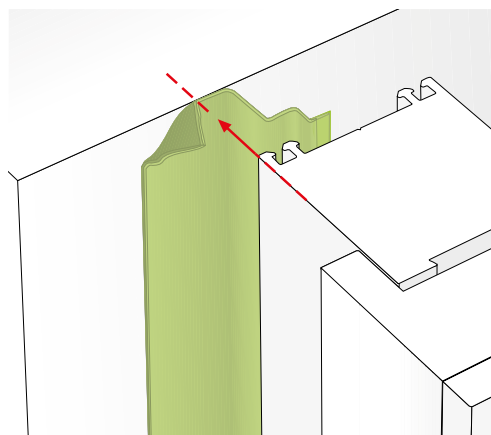

Fig 8 : coller la membrane sur la partie extérieure du cadre de la menuiserie.
- coller la membrane sur la tranche du dormant (Fig. 8)